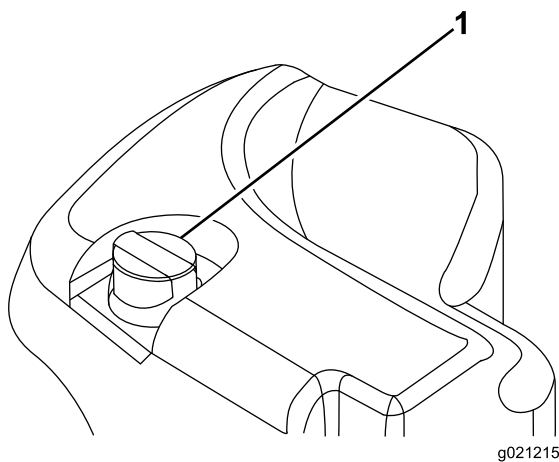

Figura 33
2. Limpie la zona alrededor del cuello de llenado y el tapón del depósito hidráulico (Figura 33).